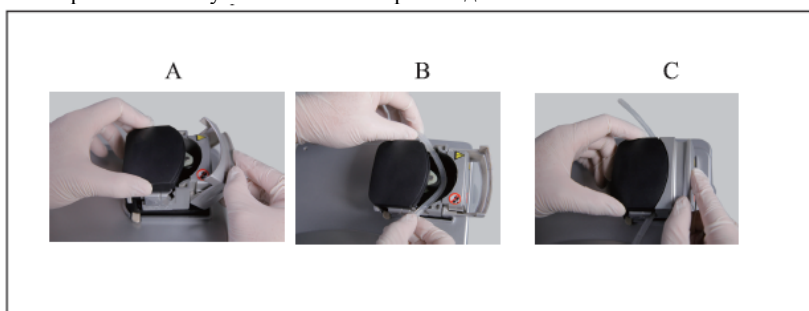

Рисунок 1
- 1) Откройте крышку **Ошибка! Источник ссылки не найден.**(Рисунок 1 - A) до упора.
- 2) Вставьте трубку в рабочее колесо (Рисунок 1- B).
- 3) Закройте плотно крышку (Рисунок 1- C).
Запрещено активировать ножную педаль DS-II (LED) при открытой крышке перистальтической помпы. (Рисунок 1- B) Движущиеся части аппарата могут причинить вред пользователю.